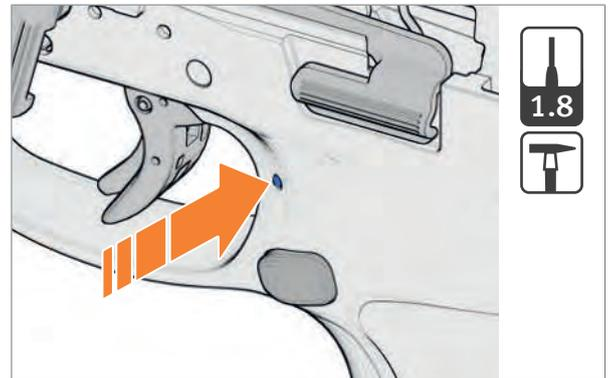

Abb. 29: Spannstift austreiben
2. Bei Waffen mit Spannstift für Magazinhalter: Spannstift mit Durchtreiber austreiben (Abb. 29).